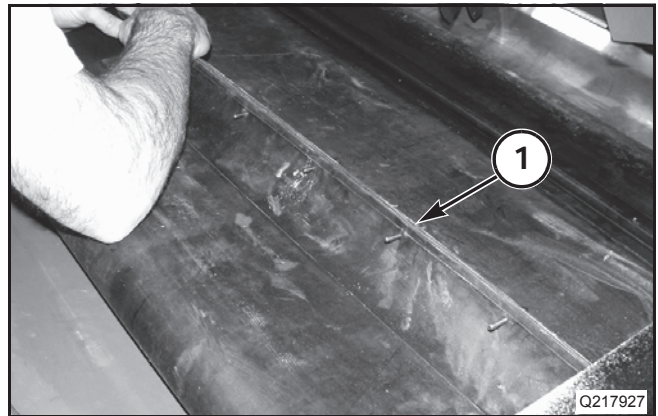

FIG. 28
FIG. 28: Alinee los orificios de una de las abrazaderas de la lona (draper) (1) con los huecos en la extremidad de la lona (draper), lo más cerca posible de la apertura de la plataforma.